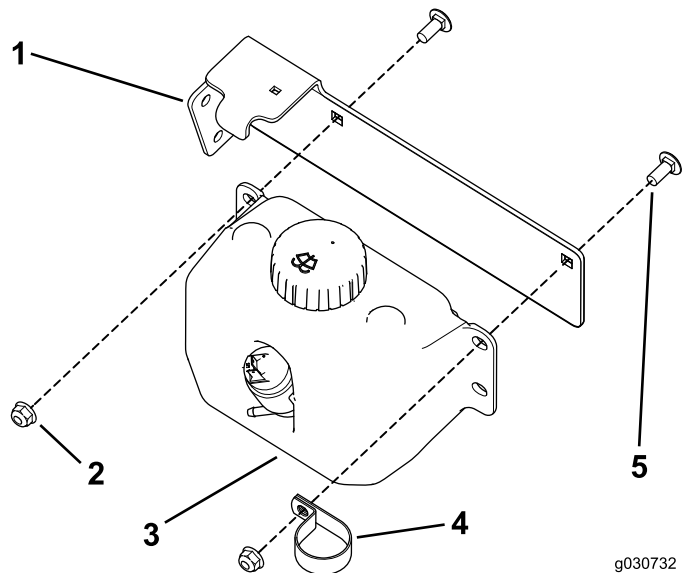

Figura 34
- Utilizzate 2 bulloni a testa tonda (5/16 x 3/4 poll.) e 2 dadi flangiati (5/16 poll.) per fissare il serbatoio lavacrystallo e il serratubi a R al supporto del serbatoio (Figura 34).